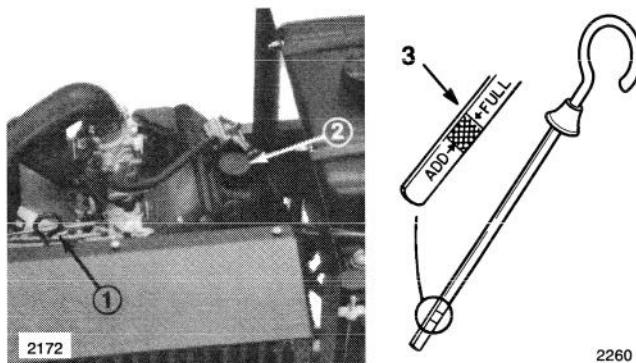

Figure 13
2. Nettoyer les abords de la jauge d'huile et du bouchon de remplissage (Fig. 13) pour éviter l'introduction de saleté dans l'ouverture de remplissage, qui risquerait d'endommager le moteur.
3. Retirer la jauge d'huile et bien essuyer l'extrémité métallique (Fig. 13).
4. Insérer la jauge à fond dans le tube de jauge (Fig. 13). Retirer la jauge et lire le niveau d'huile sur l'extrémité métallique. Si le niveau est bas, verser lentement de l'huile dans le goulot de remplissage, juste assez pour amener le niveau au repère du plein ("FULL").
5. Verser lentement environ 80% du volume d'huile spécifié dans le goulot de remplissage (Fig. 13), puis contrôler le niveau d'huile, voir Contrôle du niveau d'huile, page 25. Rajouter de l'huile lentement pour amener le niveau jusqu'au repère du plein ("FULL") sur la jauge.